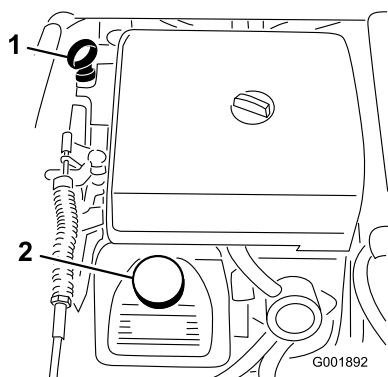

Figura 48
2. Retire la varilla y límpiela con un paño limpio (Figura 48). Introduzca la varilla en el tubo asegurándose de que entre a fondo. Retire la varilla y compruebe el nivel de aceite.
3. Si el nivel de aceite es bajo, retire el tapón de llenado de la cubierta de la válvula (Figura 48) y vierta aceite por el orificio hasta que el nivel de aceite llegue a la marca Lleno de la varilla. Añada el aceite lentamente y compruebe el nivel a menudo durante este proceso. No llene demasiado.
8. Agregue lentamente un 80% de la cantidad especificada de aceite por el tubo de llenado (Figura 48).